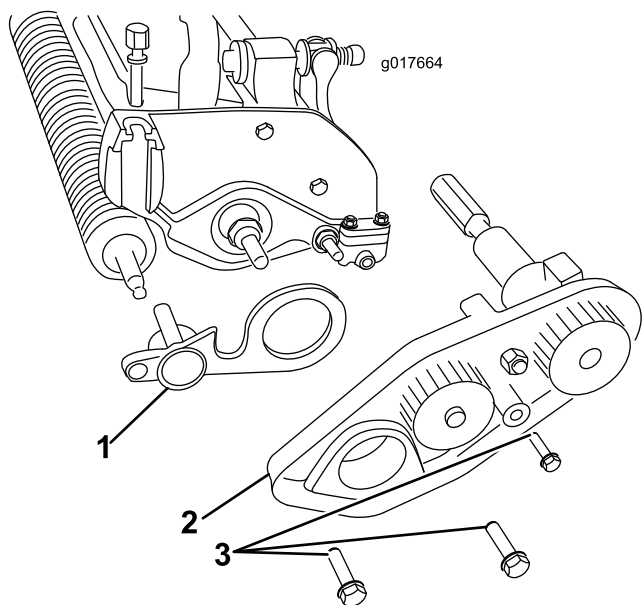

図 5
10. ベルト駆動アセンブリをカuttingユニットに固定しているボルト3本を外してアセンブリ全体を外す 図 5。
21. グルーマシャフトの外側の端部を左側サポートプレートに挿入する 図 5。
22. 先ほど取り外したボルトを使ってリール用ベルト駆動アセンブリを取り付け、サイドプレートが自由に回転することを確認する 図 5。